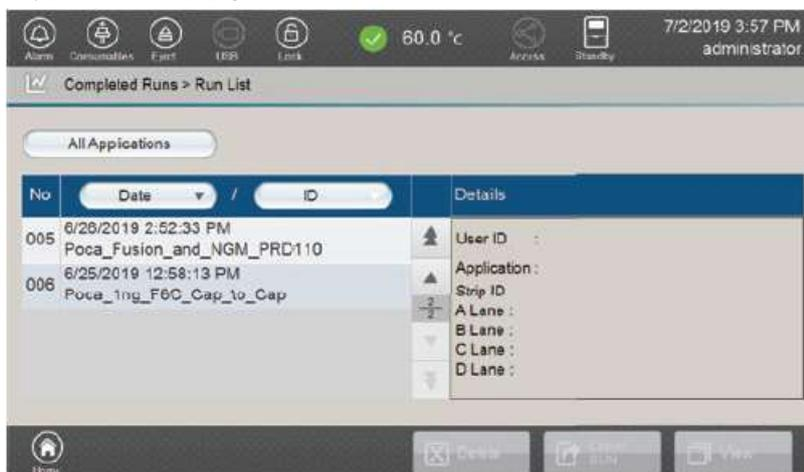

図 107 Run List 画面
Run List 画面 (図 107) は、Run List と Run Details の 2 つのメインセクションに分かれています。
1. **Run List** 画面 (図 107) に表示されているリストから目的のランを選択します。
データの評価とエクスポート後、Run List 画面（図 107）で目的のランの名前を選択し、**Delete** ボタンを選択することで、装置からラン全体を削除することができます。選択したデータを本当に削除してよいか確認する警告ウィンドウが表示されます。削除する場合は **Yes** を、削除をキャンセルする場合は **No** 選択します。